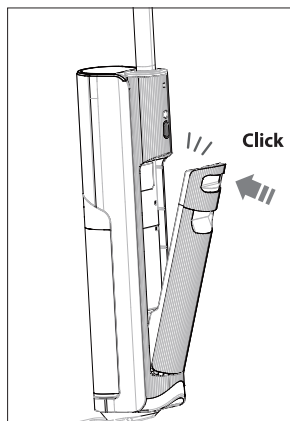

Fig. 7 – Insérer le réservoir d'eau
- ▶ Insérez le réservoir d'eau propre légèrement en biais dans l'évidement au dos de l'appareil et appuyez sur le réservoir d'eau propre jusqu'à ce qu'il s'enclenche de manière audible et soit bien fixé (**voir Fig. 7**).